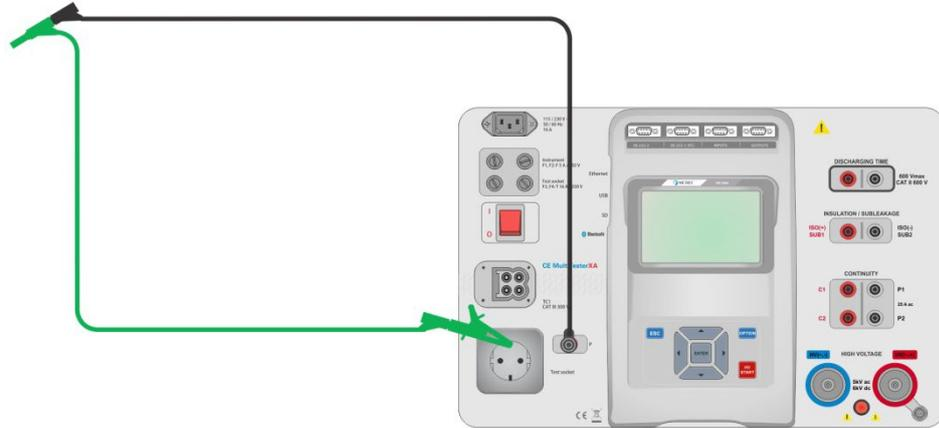

Figure 6.20: Fils de test en court-circuit
- › Connectez les fils de test à l'appareil et court-circuituez les fils de test ensemble, voir *Figure 6.20*.